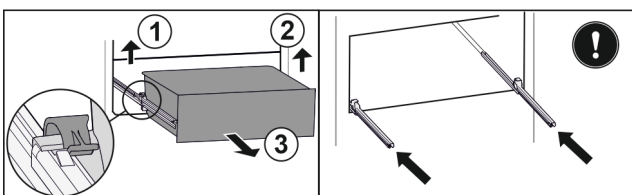

Fig. 111
- ▶ Приподнимите левый зажим и одновременно вытяните движением вперед выдвижной ящик слева. Fig. 111 (1)
- ▶ Приподнимите правый зажим и одновременно вытяните движением вперед выдвижной ящик справа. Fig. 111 (2)
- ▶ Извлеките выдвижной ящик движением вперед. Fig. 111 (3)